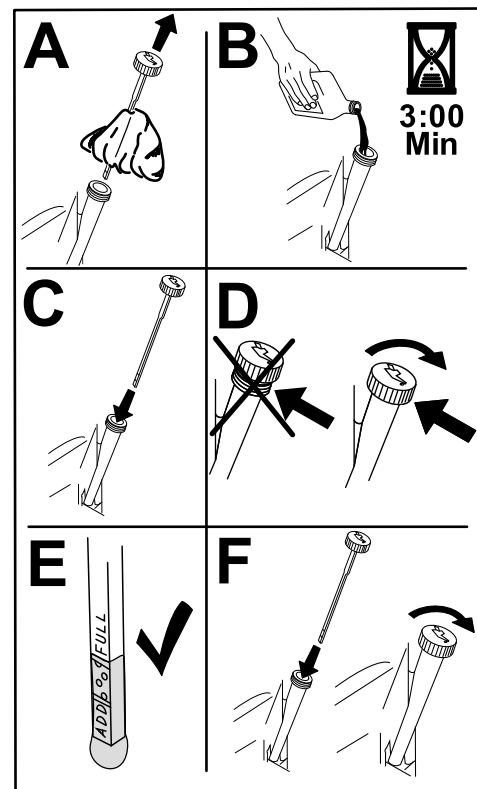

Figure 36
- Versez lentement environ 80 % de l'huile spécifiée dans le tube de remplissage, puis faites l'appoint lentement jusqu'à ce que le niveau atteigne le repère maximum (**Full**) (Figure 36).